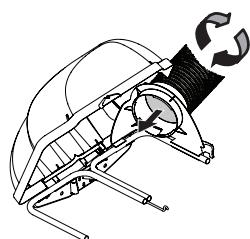

Figure 27
- Vissez fermement l'extrémité supérieure du tuyau d'arrosage (764-05082) dans le support de la goulotte supérieure. Pour assurer un enfilage sûr, il y a deux languettes sur la partie intérieure du support de la goulotte supérieure. Consultez la Figure 27.